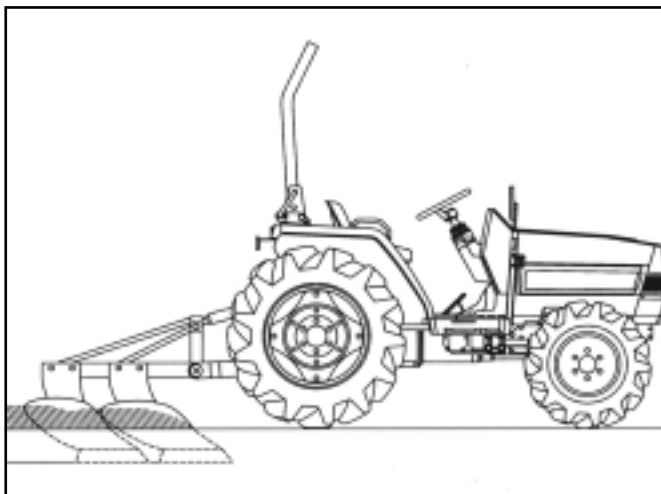

FIG. 64 / ABB. 64 / FIG. 64
**Type de travail** (Fig. 64) - Quand vous utilisez des accessoires qui labourent le sol, du genre charrue, extirpateur, cultivateur, etc.
**Art der Arbeit** (Abb. 64) - Zur Bodenbearbeitung mit Geräten wie Pflug, Tiefenlockerer, Grubber usw.
**De aard van het werk** (Fig.64) - Gebruik de trekkrachtregeling bij de bediening van werktuigen zoals ploegen, diepwoelers, cultivatoren e.d.